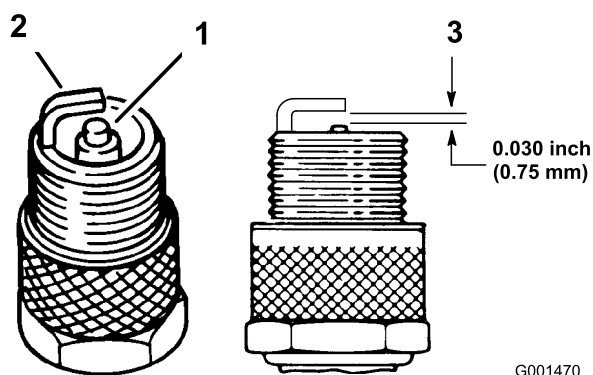

Figure 30
- Examinez le centre des bougies (Figure 30). Si le bec isolant est recouvert d'un léger dépôt gris ou brun, le moteur fonctionne correctement. S'il est recouvert d'un dépôt noir, cela signifie généralement que le filtre à air est encrassé.
- Contrôlez l'écartement entre l'électrode centrale et l'électrode latérale (Figure 30). Courbez l'électrode latérale (Figure 30) si l'écartement est incorrect.
- Connectez les bougies (Figure 30).